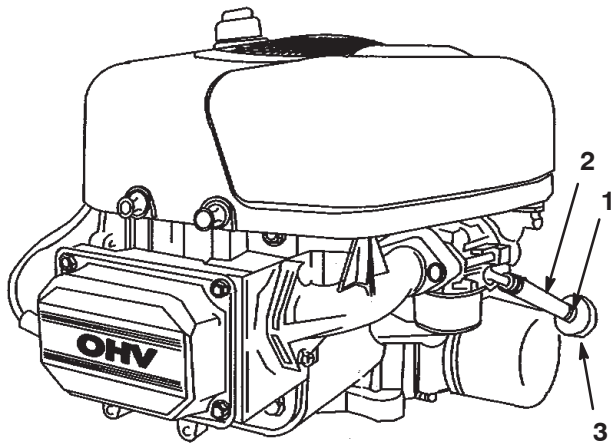

Figure 35
4. Desserrez le collier de serrage au niveau du filtre à carburant et repoussez-le le long de la conduite d'alimentation pour l'éloigner du filtre (Fig. 35).
5. Débranchez la conduite d'alimentation du filtre (Fig. 35).
7. Raccordez la conduite d'alimentation au filtre. Rapprochez le collier de serrage du filtre pour fixer la conduite d'alimentation (Fig. 35).
4. Pincez les extrémités des colliers et faites glisser ceux-ci pour les éloigner du filtre (Fig. 35).
6. Posez un filtre neuf et rapprochez les colliers de fixation du filtre (Fig. 35).